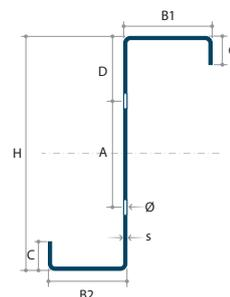

figure 1.1
- Les distances A [mm] et D [mm] sont indiquées sur la figure 1.1 en fonction de la hauteur du profil Z